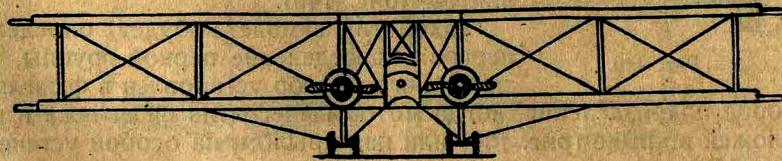

Рис. 153.
1) самолеты, у которых моторы установлены в крыле (рис. 153);
2) на крыле (рис. 153);